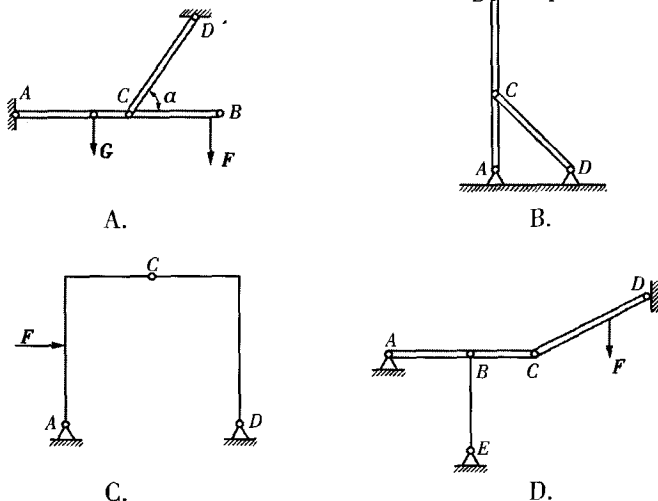

图 2-7
3. 如图 2-7 所示的结构中,CD 杆不属于二力杆的是_____。